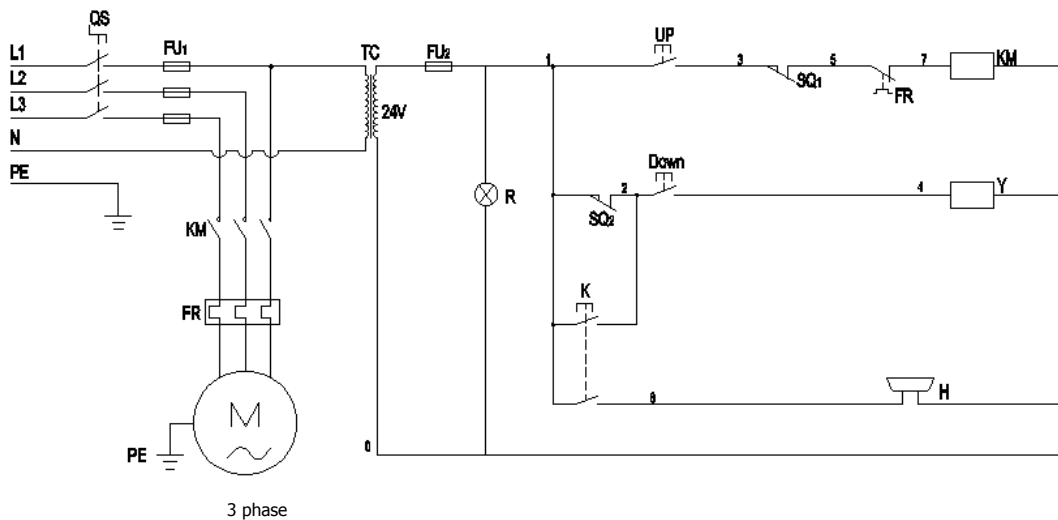

Fig.32
3.3、 380V Circuit diagram (See Fig. 32)